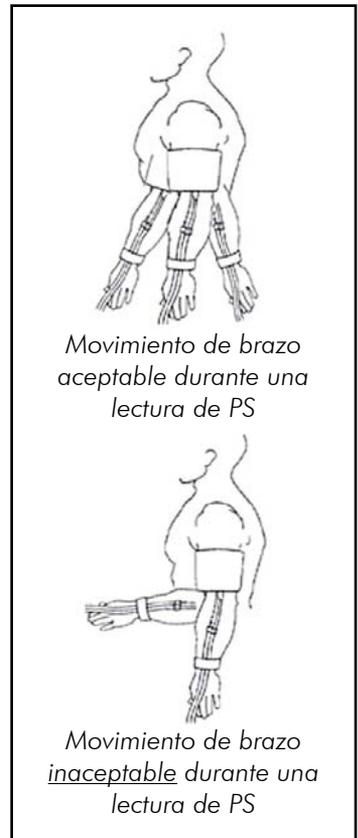

Figura 10: Limitaciones en el movimiento del brazo durante la prueba
- Ayude a su paciente a relajar el brazo durante una medición (ver Figura 10).